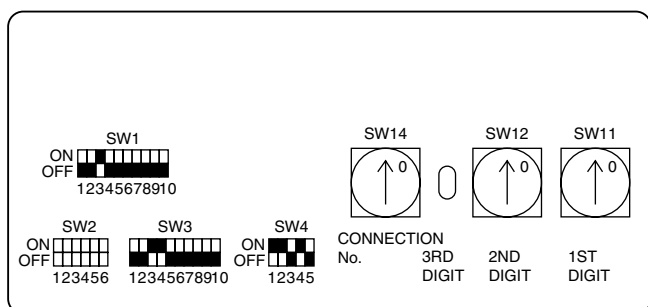

Fig. 4-4
4.3. Установка адресов (Fig. 4-4)